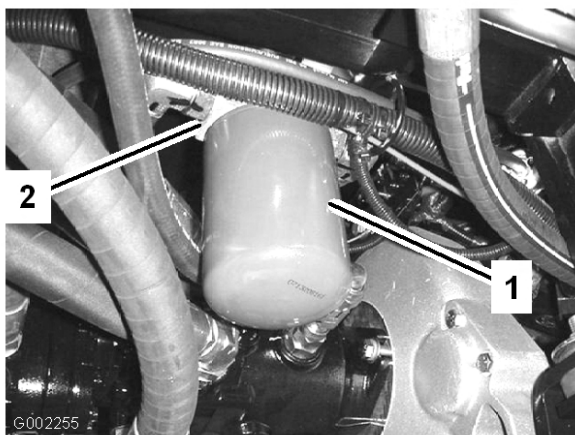

図 58
2. フィルタ容器の周辺をウェスできれいにぬぐう (図 58)。
4. フィルタを外す(図 58)。
5. 新しいフィルタのガスケットにオイルを塗る (図 58)。